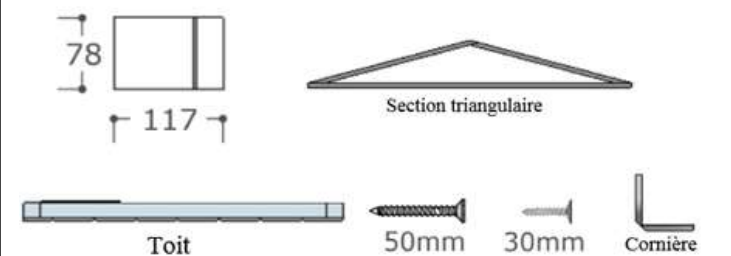

Fig.9c-Cadre et pignon triangulaire
- Assemblez un cadre triangulaire avec le pignon triangulaire avant, un autre avec le pignon triangulaire arrière. Utilisez les vis de 35mm fournies (Fig.9c).